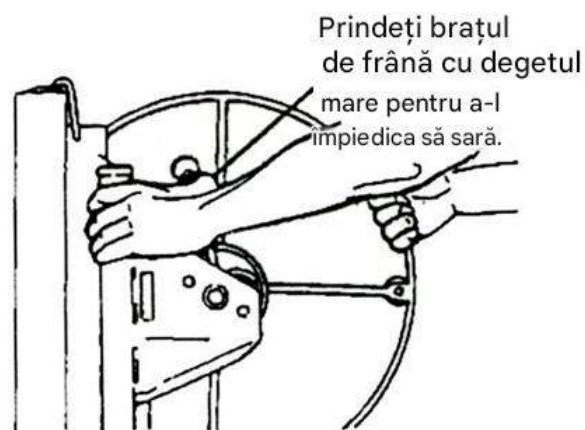

Figura 3
b. Ridicați brațul frânei până sus. Apucați tamburul, ținând ferm cu degetul mare tija frânei (Figura 3).